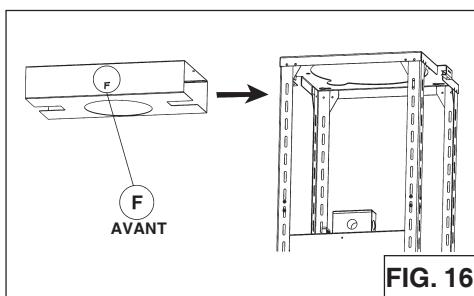

FIG. 16
2. Fixez l'adaptateur de 15,2 à 20,3 cm (de 6 à 8 po) sur la sortie du ventilateur et scellez les joints avec du ruban en aluminium pour conduits (Fig.16).
3. Insérez le caisson dans la structure de support supérieur. Assurez-vous que la lettre F est positionné à l'avant du châssis de support (Fig. 16).